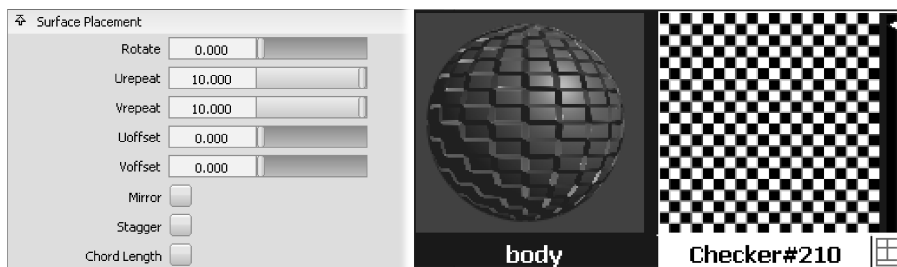

图 6-52 修改纹理参数
- 05 选择【Checker】纹理之后，纹理对话框将进入该特定纹理的参数设置界面。在【Surface Placement】选项标签中，调节【Urepeat】【Vrepeat】的大小可以改变纹理在曲面 UV 方向显示的稠密程度。在调整的过程中，材质球会发生同步的变化，如图 6-52 所示。